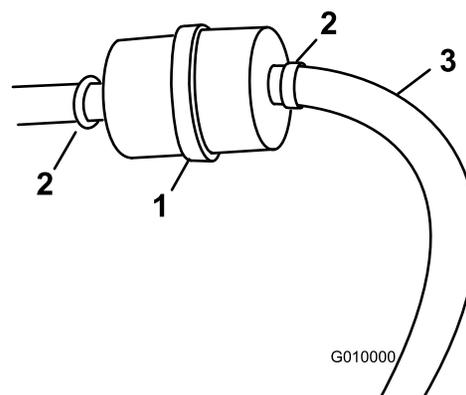

Figura 52
3. Desaperte as braçadeiras e faça-as deslizar para longe do filtro (Figura 52).
5. Instale um novo filtro nas mangueiras e fixe as braçadeiras (Figura 52).
3. Desaperte a braçadeira do tubo no filtro de combustível e deslize-o para cima do tubo de combustível afastando do filtro (Figura 52).
4. Desligue o tubo de combustível do filtro (Figura 52).
**Nota:** Deixe a gasolina drenar para uma lata ou recipiente de combustível (Figura 52).
5. Instale o tubo de combustível no filtro. Deslize a braçadeira do tubo para perto do filtro de combustível para prender o tubo de combustível (Figura 52).